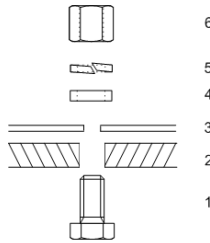

Abbildung 10: Montage mit Durchgangsloch
2. Schraube (1), Unterlegscheibe (4), Federring (5) und Mutter (6) einsetzen, wie in Abbildung 10 dargestellt und leicht anziehen. (2=Montagefläche, 3=Montagefuß) Bitte beachten Sie, dass das Montagematerial nicht im Lieferumfang enthalten ist.